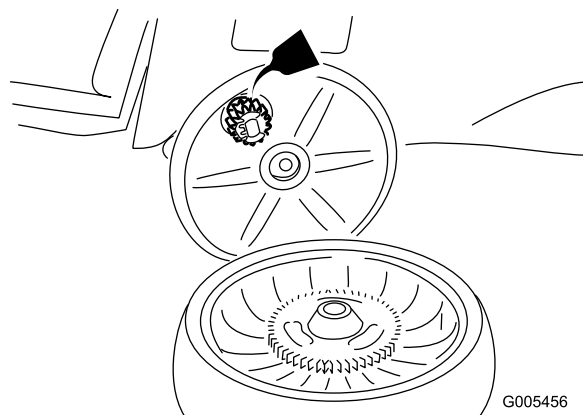

Рисунок 25
2. Нанесите на зубчатые колеса смазочное масло, как показано на Рисунок 25.